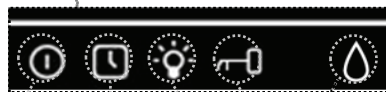

Abb. 10.
5. Statuszeile (Abb. 10) – Statusanzeige gewisser Funktionen (siehe 12, 13, 14, 15 und 16)